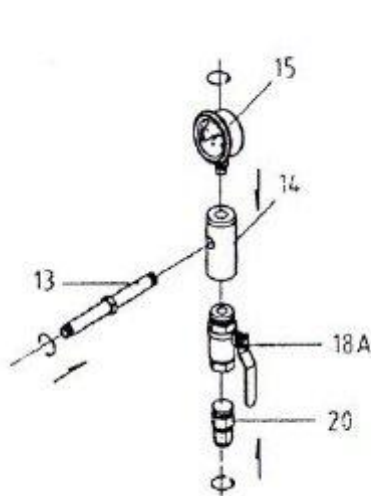

Figura 1
1. Primero, consulte la Figura 1. Montaje del colector de admisión (14). Instale el manómetro (15) en el extremo de la manguera de entrada y gírelo de manera que quede claramente visible en la parte superior del tanque. Luego instale la válvula de mariposa (18-A) en la parte inferior del tubo de admisión. El siguiente paso es montar el conector (20) a la válvula del acelerador. A continuación instale el tubo de conexión (13) en el lateral del cable.